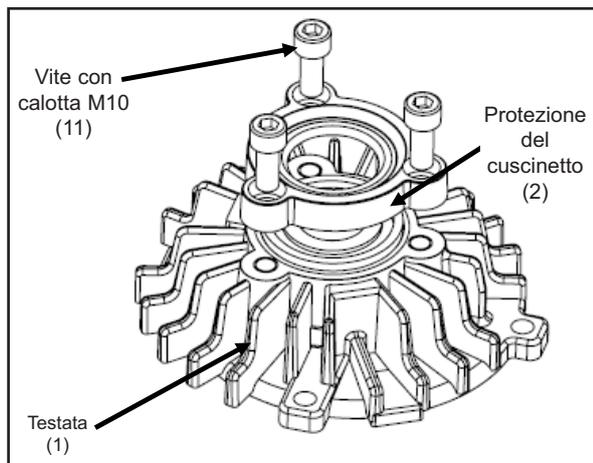

Figura 23
8. Inserire una guarnizione circolare nuova di protezione del cuscinetto, posizionare eventuali distanziali e fissare la protezione del cuscinetto sulla testata con tre viti M10 (11). Serrare le viti a 35 N.m di coppia ; vedi figura 23.